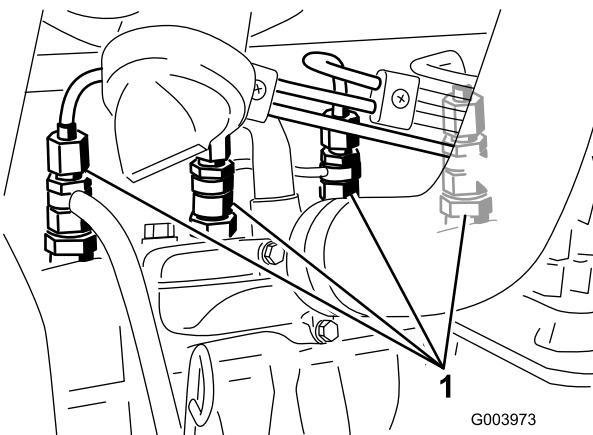

Figura 38
- Liberte a tubagem que se encontra ligada ao injetor nº 1 e à estrutura de suporte da bomba de injeção (Figura 38).